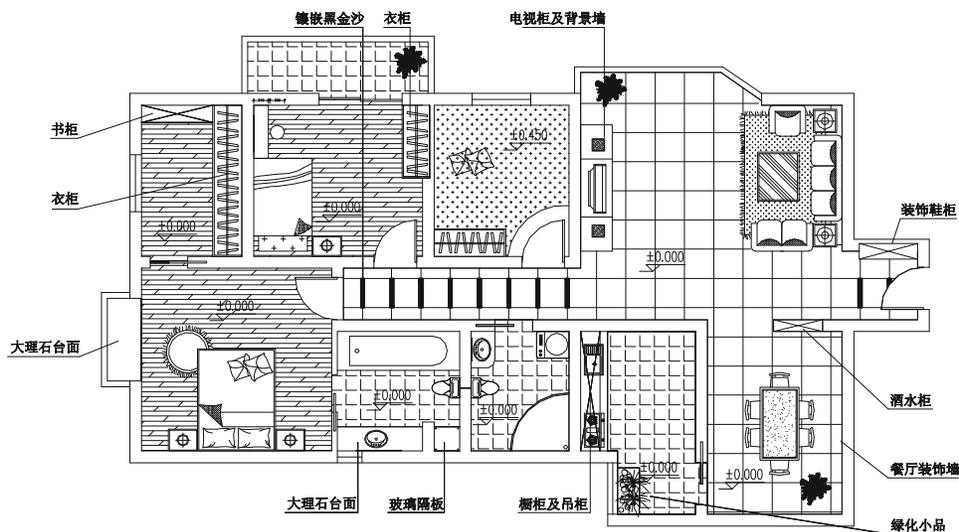

图 6-1-86
**STEP 06** 重复上面的 (4) (5) 步操作即可完成所有的引线文字标注 ,如图 6-1-86 所示。